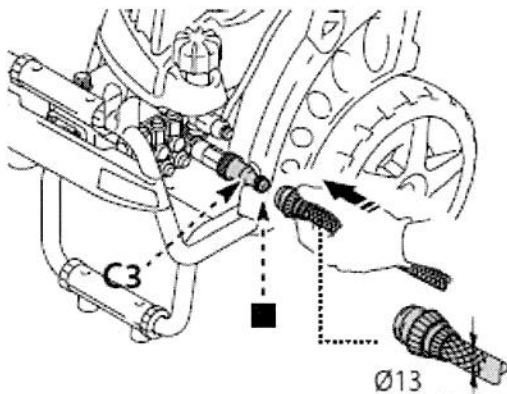

Abb. 6: Montage
Schritt 4: Schrauben Sie den Adapter für den Wasserzulauf handfest an den Gewindestutzen. Verbinden Sie den Zulaufschlauch mit dem Adapter für den Wasserzulauf am Hochdruckreiniger (Abb. 6).